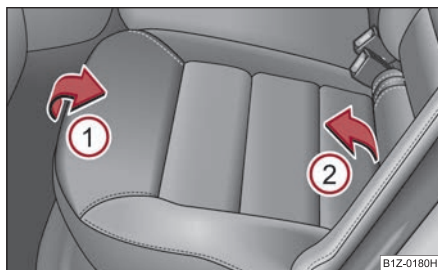

Fig. 82 Abatir la superficie del asiento posterior hacia delante
- Tirar hacia arriba del banco trasero en el sentido de la flecha ① y abatirlo hacia delante en el sentido de la flecha ② ⇒ fig. 82.